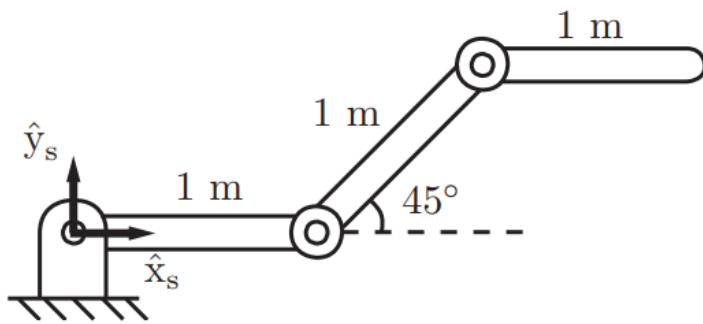

Рисунок 5. Робот 3R.
5.1 Плоская открытая схема 3R (рис. 5) находится в исходном (нулевом) положении (рис. ниже).